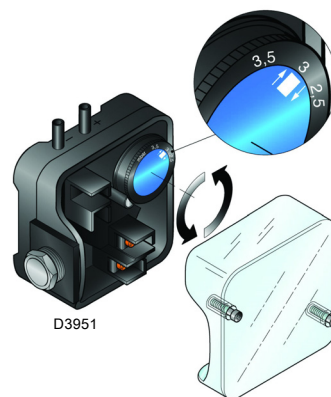

图 29
- 设定风压开关 (图 29) 至量程的起始位置。
上述调整结束后，开始设定风压开关，此时风压开关应置于量程开始位置（图 29）。